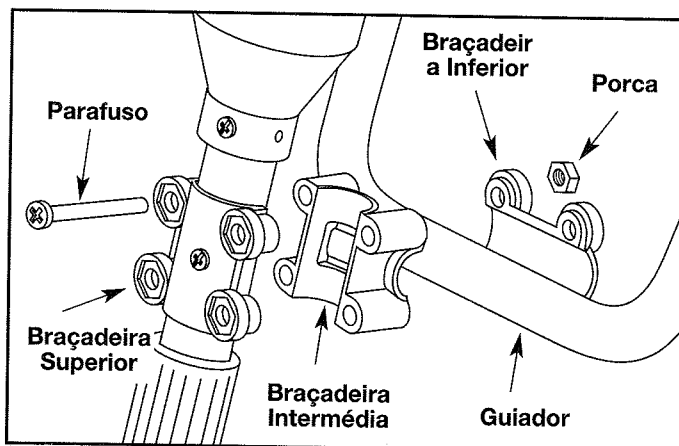
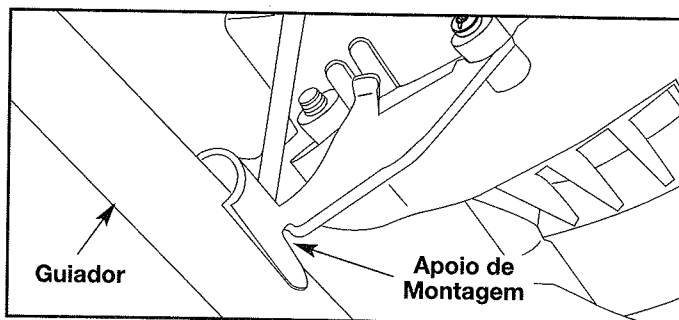

Fig. 4
Fig. 5
1. Coloque o guiador entre as braçadeiras inferior e intermédia (Fig. 4).
3. Uma de cada vez, segure com um dedo uma porca hexagonal na reentrância da braçadeira inferior e instale um parafuso através do conjunto das braçadeiras. Comece a apertar o parafuso com uma chave de parafusos de ponta em cruz grande. Faça o mesmo com as outras três (3) porcas e os outros três (3) parafusos. Não os aperte até ter ajustado o guiador.
4. Posicione as duas (2) braçadeiras do guiador com uma de cada lado, junto ao cimo do guiador. Rode o guiador para cima até que ele se encaixe no lado exterior dos dois apoios de montagem no motor (Fig. 5).